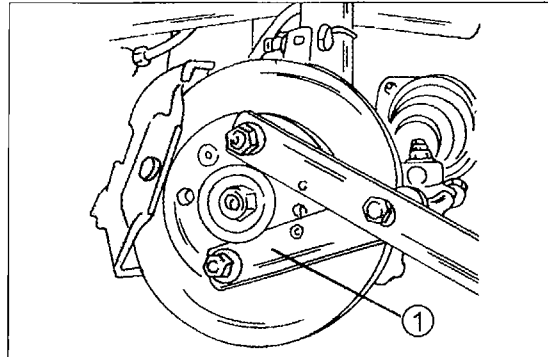

Bild 213
- Die Mutter der Achswelle lockern. Die Mutter nicht bei angehobenem Fahrzeug und Betätigen der Bremse lösen, es sei denn, man hat einen geeigneten Gegenhalter, wie man ihn in Bild 213 sehen kann. **Siehe obige Warnung!**
- Die Gewinde am Ende der Achswelle mit „Loctite“-Gewindesicherungsmittel einschmieren und eine neue Achswellenmutter auf die Welle schrauben, ohne sie vollkommen anzuziehen, es sei denn, man hat das in Bild 213 gezeigte Werkzeug zum Gegenhalten zur Verfügung. Andernfalls: